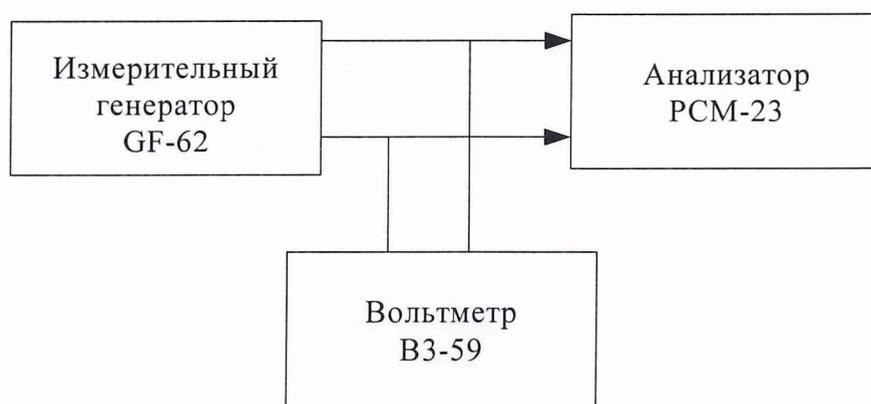

Рис.8.20.
8.3.20.1. Определение основной погрешности измерения уровня сигнала на входе приемника на частоте 1 кГц производится с помощью измерительного генератора GF-62 и вольтметра ВЗ-59 (рис.8.20).